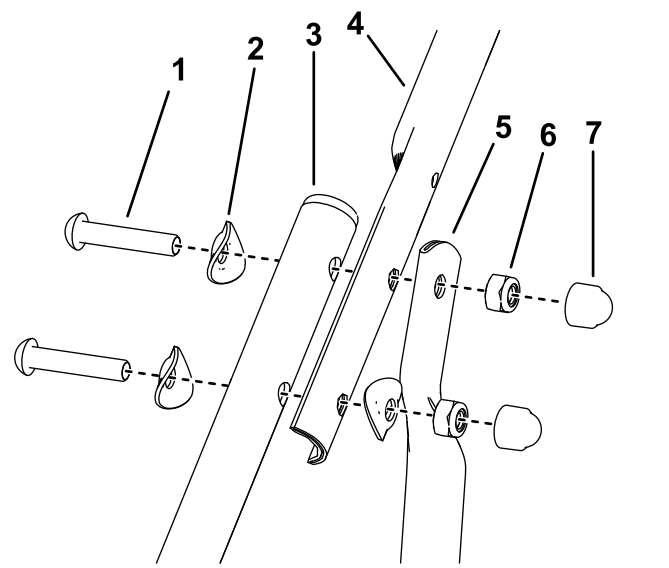

**Figure 4**
3. Fixez la base des barres de renfort de chaque côté du plateau de coupe à l'aide d'un boulon, de rondelles plates à l'intérieur et l'extérieur du plateau, et d'un contre-écrou (Figure 4).